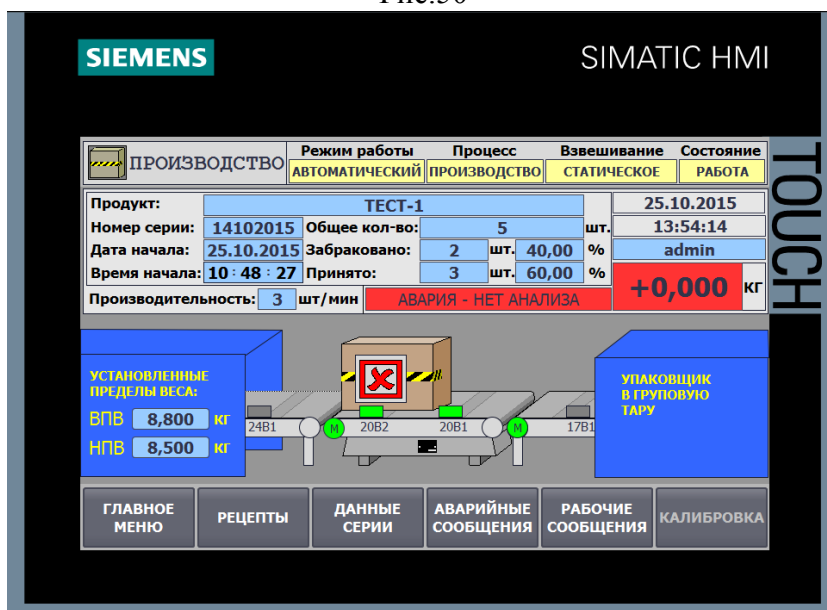

Рис.51
- «АВАРИЯ – НЕТ АНАЛИЗА» - если произошла аварийная ситуация, когда продукт находился на весовом транспортере, но процесс взвешивания еще не начался (рис.51),